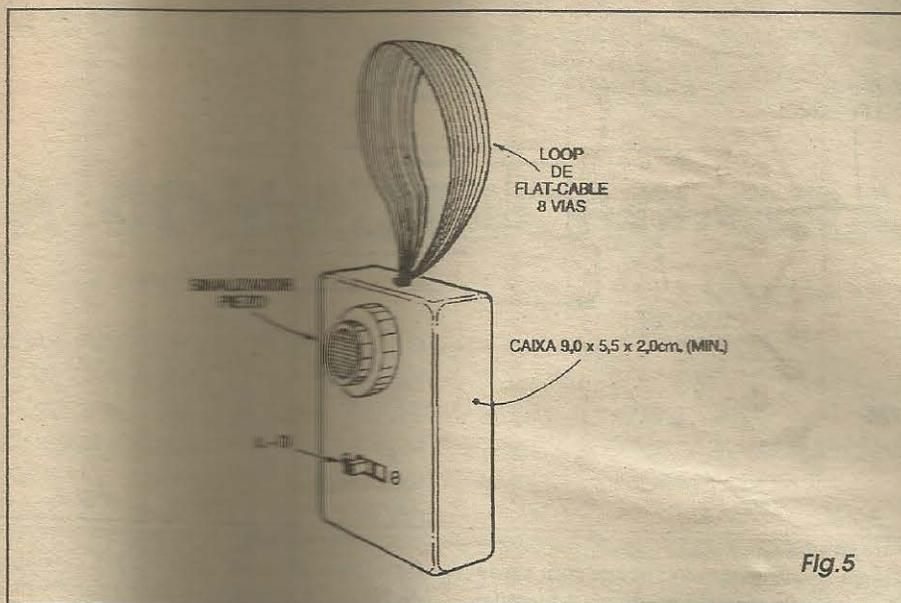

Fig.5
- FIG. 5 - A CAIXA. O ACABAMENTO EXTERNO DO NATAM... - Com a placa do impresso e a bateria já fixados no interior da caixa, a parte externa poderá ser mecanicamente definida de acordo com a sugestão do diagrama... Na metade superior da parte frontal pode ficar o sinalizador piezo, com fixação pela própria rosca do seu anel incorporado, introduzindo-se o componente num furo redondo de dimensões compatíveis... Na parte de baixo da face principal da caixa, pode ficar o interruptor geral... No centro da face superior pode ser feito um pequeno furo, para pas-